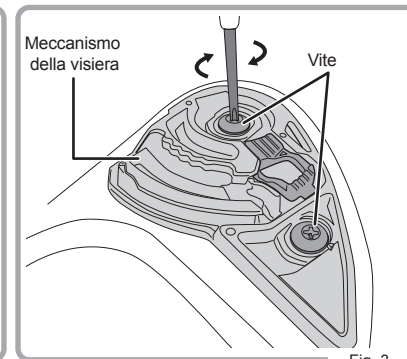

Fig. 3
3. Avvitare saldamente ogni vite del meccanismo della visiera ruotandola in senso orario. (Fig. 3)